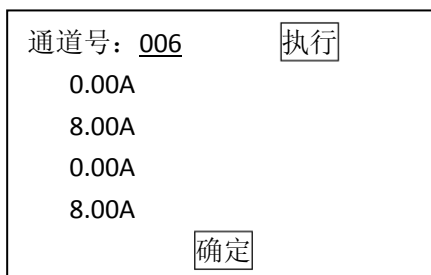

图 7-3
- 7) 更换后制动片后, 须做复位功能。输入通道号: **006**, 驻车制动马达复位, 如图 7-3, 当电流为 0A 时, 仪表的手制动指示灯和自动驻车功能失效指示灯熄灭。